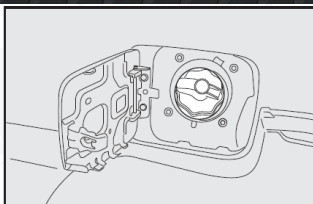

fig. 126
- Gire la llave en sentido contrario a las manecillas del reloj y gire la tapa en el mismo sentido, hasta que esta se libere fig. 126.